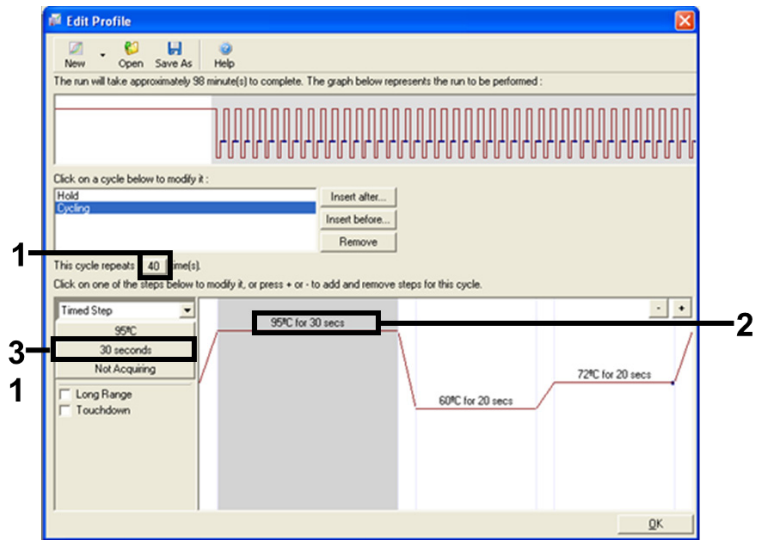

Figura 6. Passo de ciclagem a 95 °C.
8. Configure o número de repetições de ciclo para 40. Selecione o primeiro passo e defina-o para 95 °C durante 30 segundos (Figura 6).